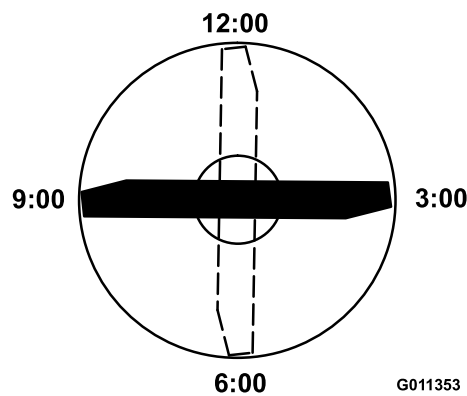

図 88
4. ブレードの印の付いているほうの端部を12時の位置車両進行方向に向け 図 88、作業台の表面からブレードの切っ先までの高さを測定する。
5. 印の付いている端部を3時の位置と9時の位置に向けて **図 88**それぞれ高さを測定する。